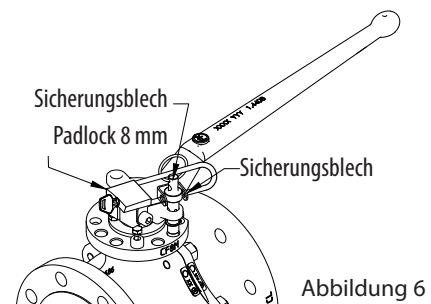

Abbildung 6
1. Bei einem Vorhängeschloss mit 8-mm-Schaft den Schaft durch das Langloch im Sicherungsblech und das Loch unter dem Zugring einführen (Abbildung 6).